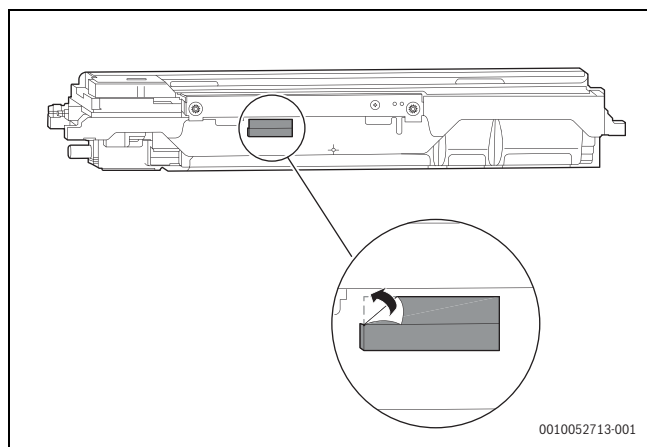

Fig. 2
2. Encaixe duas caixas adaptadoras e fixe-as com duas barras frente e verso (fig. 2).